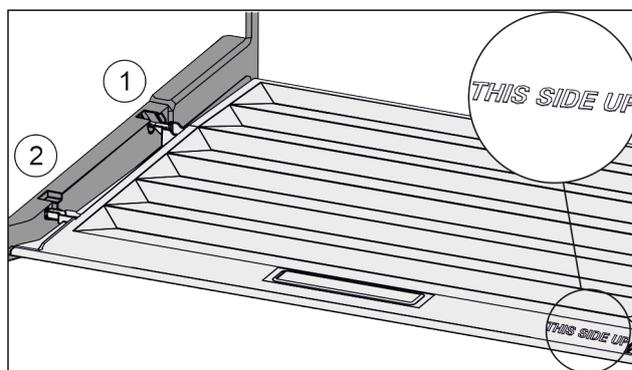

Fig. 98
- ▶ Introduzca los nervios de la tapa por la abertura del soporte trasero Fig. 98 (1) y encájelos por delante en el soporte Fig. 98 (2).